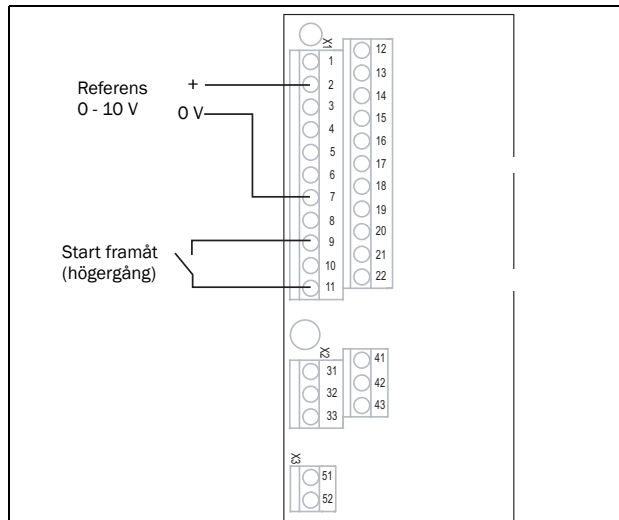

Fig. 14 Inkoppling
I detta exempel (Fig. 14) körs motorn/omriktaren med högerrotation (medurs).
1. Anslut ett referensvärde mellan plint 7 (signaljord) och 2 (AnIn 1) som i Fig. 14.
2. För fjärrstyrning tar du bort byglingen och ansluter en extern startknapp mellan plint 11 och 9 som i Fig. 14. Om du vill ha motorn i vänstergång använder du plint 11 och 8 istället.